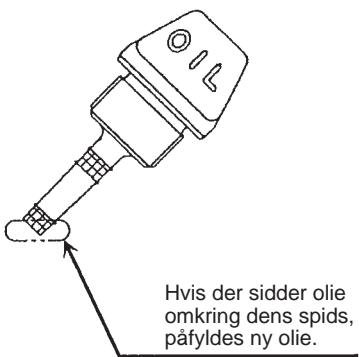
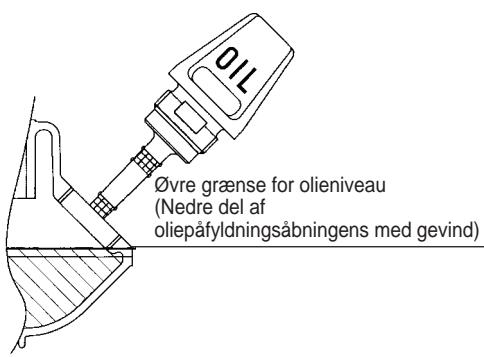

Fig. 1
Fig. 2
- Med motoren holdt vandret, fjern oliemålerpinden og kontroller at olien er fyldt op til mellem de øvre og nedre grænsemærker. Når der mangler olie på maskinen, sådan at oliemålerpinden kun rører ved olien med spidsen, især med oliemålerpinden indsatt i krumtaphuset uden iskruning (Fig. 1), påfyldes ny olie til op i nærheten af åbningen (Fig. 2).
(1) Hold motoren vandret og fjern oliemålerpinden.
(2) Fyld olie op til kanten af oliepåfyldningsåbningen. (Se Fig. 2).